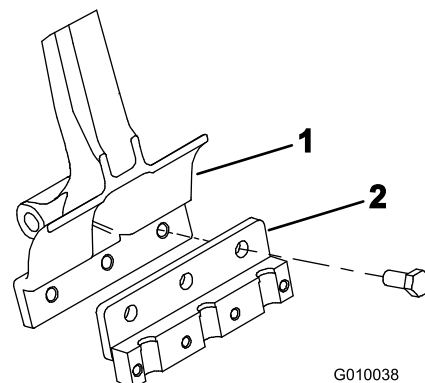

Figure 24
- Fixez un porte-louchets sur chaque bras d'aération (Figure 24) à l'aide de 3 boulons ($\frac{1}{2}$ x $1\frac{1}{4}$ po). Serrez les boulons à 101,6 N·m (75 pi-lb).